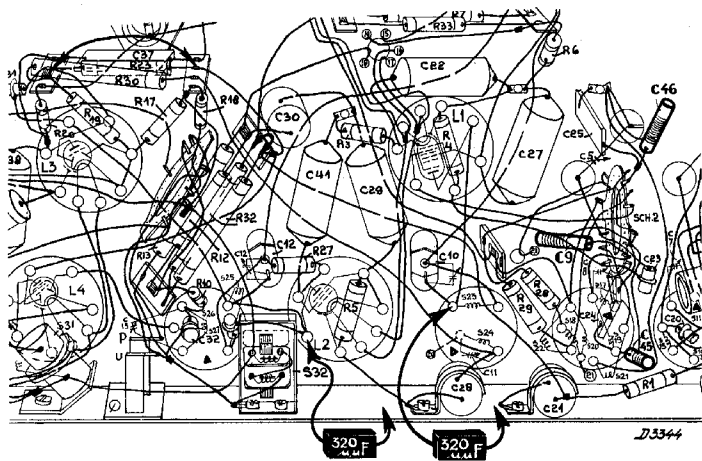

Fig. 2
2. Sluit R23 en R32 kort. (Fig. 2).
3. Verbind condensator van 320 $\mu\mu\text{F}$ tusschen anode L2 en chassis. (Fig. 2).
8. Maak condensator van 320 $\mu\mu\text{F}$ los en verbind deze met plaat L1 en chassis. (Fig. 2).
13. Nu C46 afregelen, zoodat een maximum output verkregen wordt. (Fig. 2).
10. C9 bijregelen, tot maximum output verkregen wordt (Fig. 2).
18. C45 afregelen, tot maximale output verkregen wordt (Fig. 2).